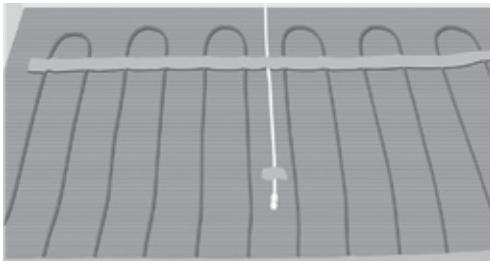

Abb. 9. das Leitungsröhr/den Sensor zwischen zwei Kabeln platzieren
12. Verlegen und befestigen Sie das Leitungsröhr oder den Bodensensor, wenn kein Leitungsröhr installiert ist. Verschließen Sie das Ende des Leitungsröhrs. Achten Sie darauf, das Rohr/den Sensor zwischen zwei Heizkabeln zu positionieren (Abb. 9).